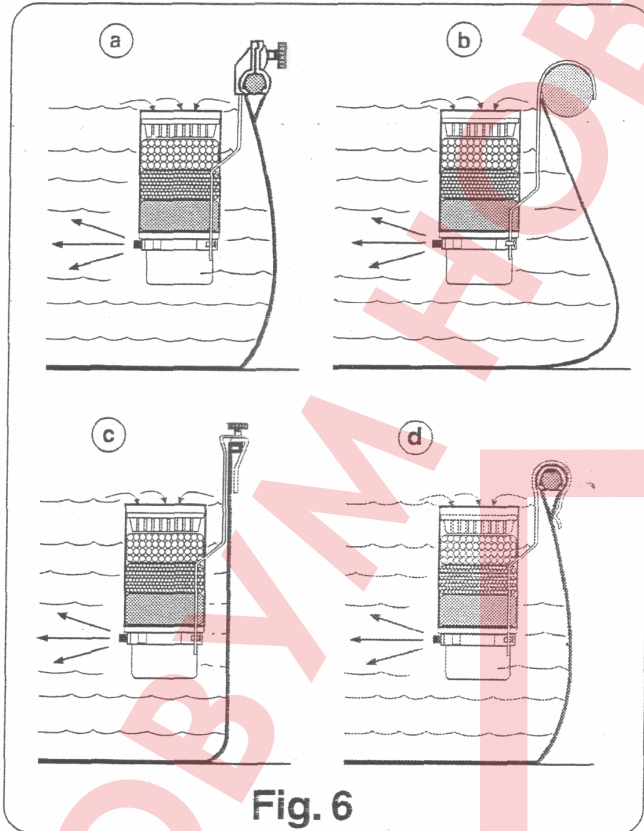

Fig. 6
- Устройство следует позиционировать всегда таким образом, чтобы оно находилось в вертикальном положении (рис. 6)
- Для этого следует ослабить фиксаторы и дать скользить фильтру до тех пор, пока поплавок не будет плавать на поверхности воды (рис. 6).
- Вставлять губки сверху, **соблюдая правильную последовательность**, начиная с губки с минимальным диаметром отверстий и заканчивая губкой с максимальным диаметром отверстий, которая должна находиться соответственно сверху (рис. 6).
- Убедиться в том, что все элементы установлены правильно — см. последовательность установки губок на рис. 6.